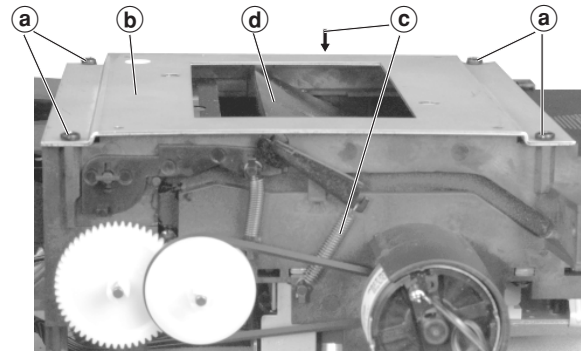

Fig. 43
- 4 Schrauben  $\textcircled{a}$  herausdrehen und Cassettenschachthalter  $\textcircled{b}$  abnehmen (Fig. 43).
- 2 Federn  $\textcircled{c}$  aushängen und Klappe  $\textcircled{d}$  abnehmen (Fig. 43).
- Undo 4 screws  $\textcircled{a}$  and remove the cassette compartment holder  $\textcircled{b}$  (Fig. 43).
- Unhook 2 springs  $\textcircled{c}$  and remove the flap  $\textcircled{d}$  (Fig. 43).